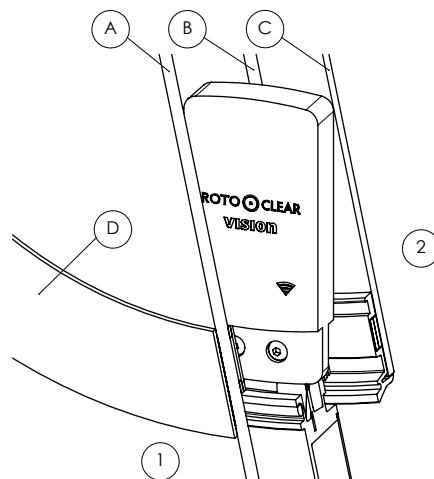

Abbildung 1
Abbildung 1 zeigt wie die Kamera Rotoclear vision im Innenraum von Rotoclear S3 installiert wird. Sie befindet sich zwischen Maschinenscheibe (A) mit Blende (D) und Statorscheibe (B). Die Ausrichtung der Kamera zeigt in die Maschine (2). Die Bedienenseite ist mit (1) gekennzeichnet. Der Kopf der Kamera kann horizontal und vertikal ausgerichtet werden um den gewünschten Bereich des Maschineninnenraums zu erfassen. Durch die Positionierung hinter der rotierenden Scheibe (C) hat ebenfalls die Kamera einen freien Einblick in den Innenraum.
Figure 1 shows how the Rotoclear vision camera is installed in the interior. It is located between the machine window (A) with cover (D) and stator window (B). The camera is oriented toward the interior of the machine (2). The operator side is marked with (1). The camera head can be oriented horizontally and vertically to capture the desired area of the machine's interior. By being positioned behind the rotating window (C), the camera also has a clear view of the interior.